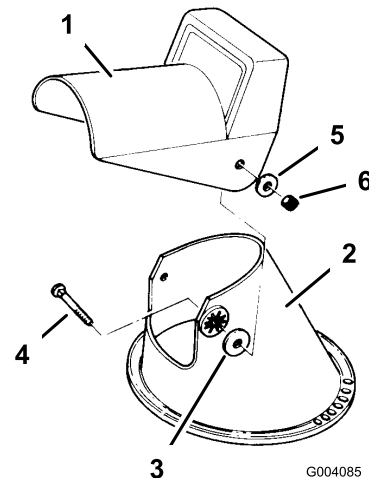

Figure 5
1. Placez le déflecteur sur l'éjecteur en prenant soin de bien aligner les trous de montage (Figure 5).
2. Insérez une rondelle en caoutchouc entre le déflecteur et l'éjecteur de chaque côté, en gardant les trous bien alignés (Figure 5).
Remarque: Les épaulements droits des boulons doivent se trouver dans l'alignement de la partie droite de l'éjecteur. Placez les rondelles métalliques à l'extérieur du déflecteur, comme illustré à la Figure 5. Ne serrez pas les boulons excessivement.